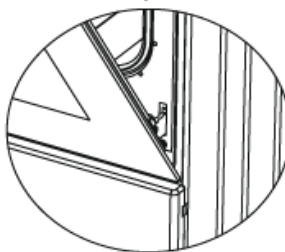

Fig. 5.1
3. Stäng därefter ugnsluckan så att den stöder på gångjärnslåset som visas i **fig. 5.1**.